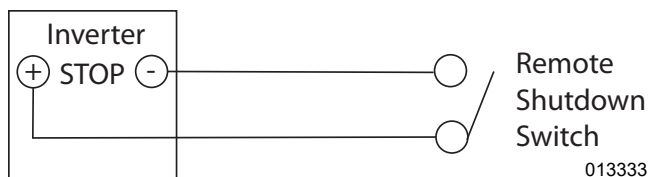

Figure 5-4. Câblage du commutateur d'arrêt d'une installation photovoltaïque seulement
3. Voir Figure 5-4. Utiliser un câble à deux conducteurs de 20 à 14 AWG à isolation nominale de 600 V pour raccorder un interrupteur homologué UL verrouillable classé au minimum 12 V c.c. et 5 mA (par exemple, un interrupteur d'éclairage unipolaire standard dans un boîtier à l'épreuve des intempéries avec un levier verrouillable).